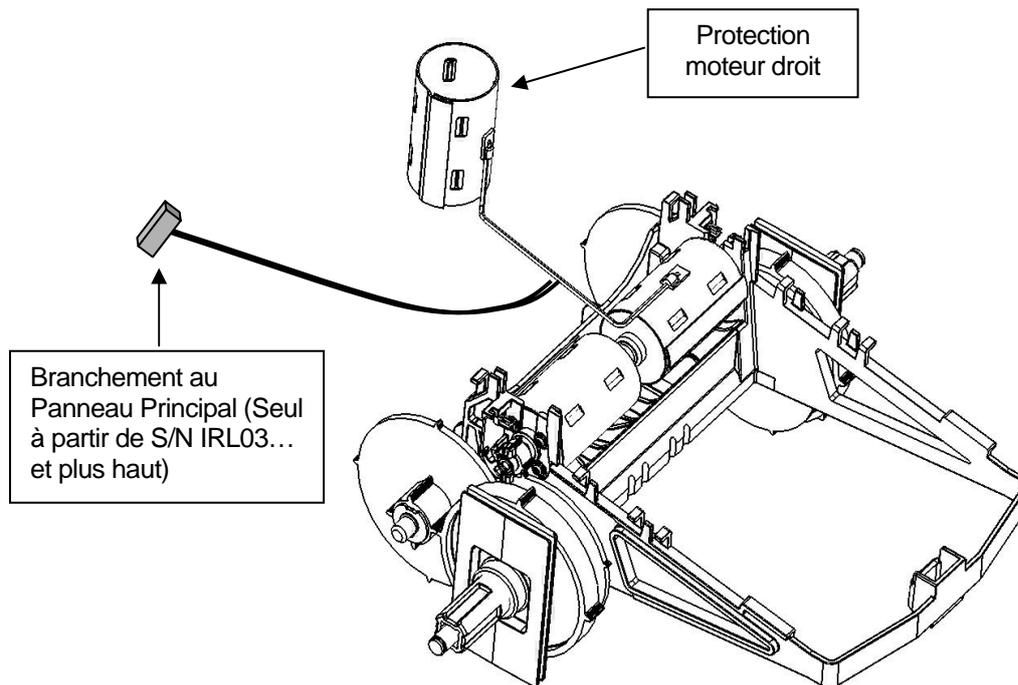

Figure 1
4. Montez la protection moteur sur la nouvelle boîte de vitesses (voir Figure 1 dessous).